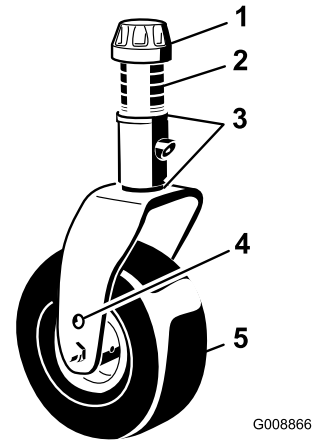
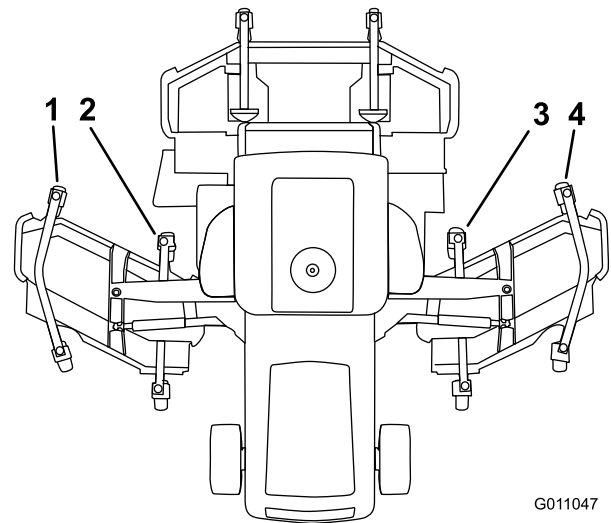

Bild 32
Bild 33
3. Entfernen Sie, wenn die innere Schnittkante des seitlichen Mähwerks im Verhältnis zur äußeren Kante des vorderen Mähwerks zu hoch ist, eine 3 mm Beilagscheibe von der Unterseite des vorderen inneren Laufradarms am seitlichen Mähwerk (Bild 32 und Bild 33). Prüfen Sie den Wert zwischen den äußeren Kanten beider seitlichen Mähwerke sowie der inneren Kante des seitlichen Mähwerks und der äußeren Kante des vorderen Mähwerks.
4. Entfernen Sie, wenn die Innenkante weiterhin zu hoch ist, eine weitere 3 mm Beilagscheibe von der Unterseite des vorderen inneren Laufradarms des seitlichen Mähwerks **und** eine 3 mm Beilagscheibe vom vorderen äußeren Laufradarm des seitlichen Mähwerks (Bild 32 und Bild 33).
5. Fügen Sie, wenn die innere Kante des seitlichen Mähwerks im Verhältnis zur äußeren Kante des vorderen Mähwerks zu tief ist, eine 3 mm Beilagscheibe an der Unterseite des vorderen inneren Laufradarms am seitlichen Mähwerk ein (Bild 32 und Bild 33). Prüfen Sie das Maß zwischen den äußeren Kanten beider seitlichen Mähwerke sowie der inneren Kante des seitlichen Mähwerks und der äußeren Kante des vorderen Mähwerks.